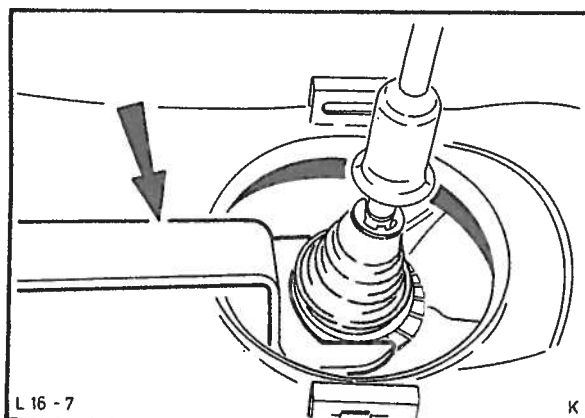

Fig. 17 Demontering av gearspak med spesialverktøy 16-026.
11. Ta vekk gearspakens kappe og kople ledningen av fra ryggelysbryteren. Bruk spesialverktøy 16-026 og skru løs gearspaken, fig. 17. Ta ut gearspaken.